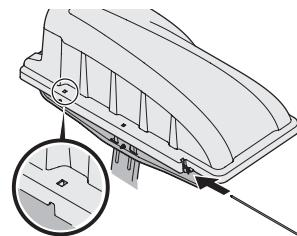
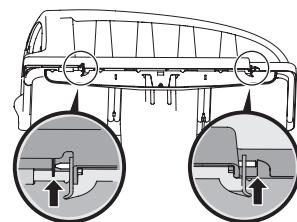

Figura 12
Figura 13
- Deslice el pasador de bisagra (711-05079) en el orificio ubicado en la lengüeta de montaje, como se indica en la Figura 12. Use la ventana recortada (consulte el recuadro de la Figura 12) para alinear el pasador de bisagra del otro lado y empújelo hasta que llegue al tope. En este punto el pasador calza en su posición y queda asegurado por una lengüeta en la cubierta del embolsador. Consulte la Figura 13.